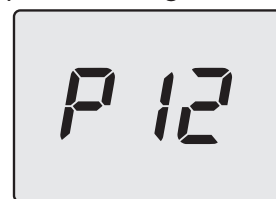

Figura 5.46
- Scorrere i vari parametri utilizzando i tasti 13 (indietro) o 15 (avanti) fino a far apparire sul display LCD le lettere **P12** che si alternano con il valore del parametro (Figura 5.46).